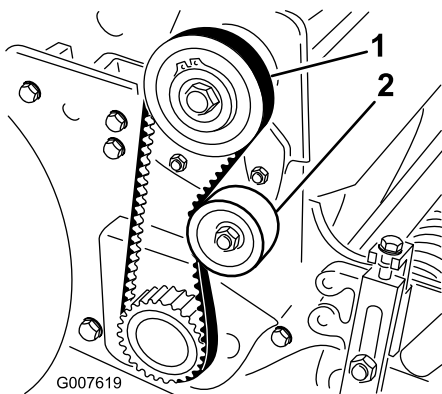

Figura 39
2. Controllate la tensione premendo la cinghia al centro tra le pulegge (Figura 39) con una forza di 18-22 N. La cinghia deve flettersi di 6 mm.
verso il retro della cinghia, fino a ottenere la tensione desiderata (Figura 39).